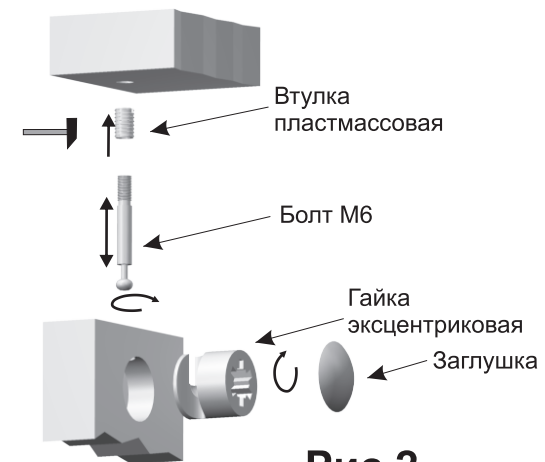

Рис.2
Вбейте пластмассовые втулки (1в) в столешницу А и вкрутите болты (1а), (см. Рис.2). Вкрутите болты (1а) в крепежные гайки Т-образных опор (4). Соедините вместе опоры Т-образные (4) и траверс В. Вставьте эксцентриковые гайки (1б) и с помощью отвертки поверните по часовой стрелке до фиксации (см. Рис.2). На собранную конструкцию установите столешницу А и закрепите с помощью винтов (3) и эксцентриковых стяжек (1). В эксцентриковые гайки (1б) вставьте заглушки (2).